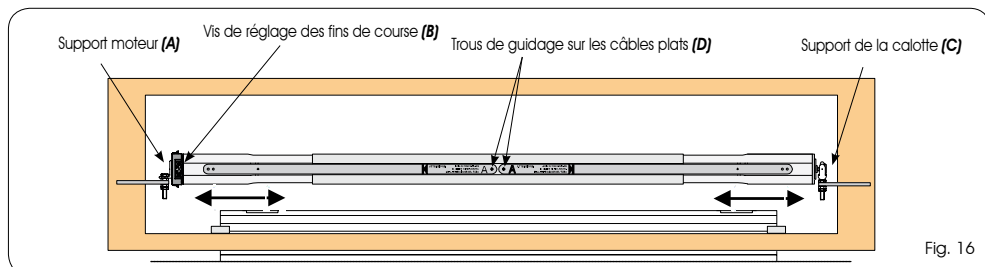

Fig. 16
1. Introduire la tête du moteur dans l'attelage rapide du support du moteur (Fig.16 réf.A). Orienter le moteur de manière à pouvoir accéder aux vis de réglage des fins de course (Fig.16 réf.B).
2. Faire coulisser les composants télescopiques de l'électro-rouleau, jusqu'à ce que la calotte soit introduite sur le roulement de son support (Fig.16 réf.C).
3. Contrôler que le rouleau est positionné de manière parfaitement horizontale, en modifiant éventuellement les hauteurs des supports (Fig.16 réf.A-C), par l'intermédiaire du système écrou/contre-écrou.
5. Au niveau des trous de guidage sur les câbles plats (Fig.16 réf.D), percer avec un foret à métaux Ø 5mm.
6. Dans les trous (Fig.16 réf.D) visser les vis autotaraudeuses fournies (Fig.1 Réf. E) en fixant solidement les pièces du rouleau entre elles.
2. Desserrer la vis qui serre le câble plat (Fig.16 réf.D)